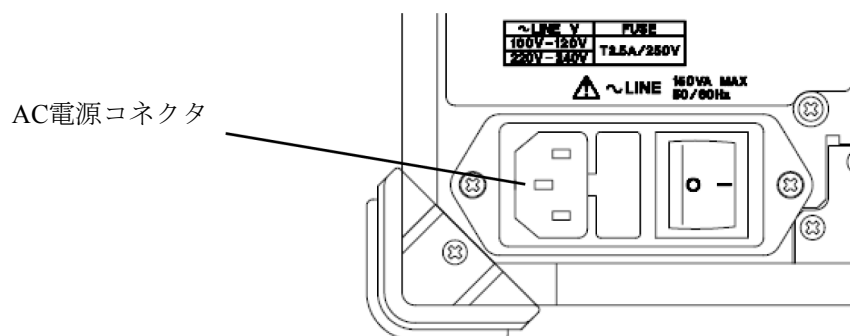

図 3-2 電源ケーブルの接続
2. 本器背面パネルの AC 電源コネクタと、保護接地端子を備えた 3 極電源コンセントを付属の電源ケーブルで接続します (図 3-2 を参照)。